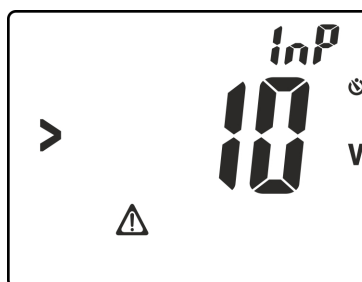

Fig. 17: Présence d'une tension sur les bornes d'entrée
7. Cliquer sur la touche **GO/HOLD** pour activer l'essai. Il est possible d'afficher la page-écran de Fig. 17 à l'écran pour signaler la présence d'une tension  $>10V$  sur les bornes d'entrée, qui bloque le déroulement du test
7. Cliquer sur la touche **GO/HOLD** pour activer l'essai. Il est possible d'afficher la page-écran de Fig. 17 à l'écran pour signaler la présence d'une tension **>10V** sur les bornes d'entrée, qui bloque le déroulement du test